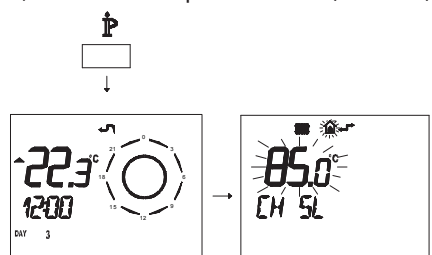

Рис. 5.31
Графики зависимости температуры от изменений, внесенных посредством кнопок 13 и 14, при коэффициенте **K 1,5**, представляет Рис. 5.31.
- Нажмите и удерживайте 3 секунды кнопку **P**, чтобы войти в режим **INFO** (Рис. 5.31).